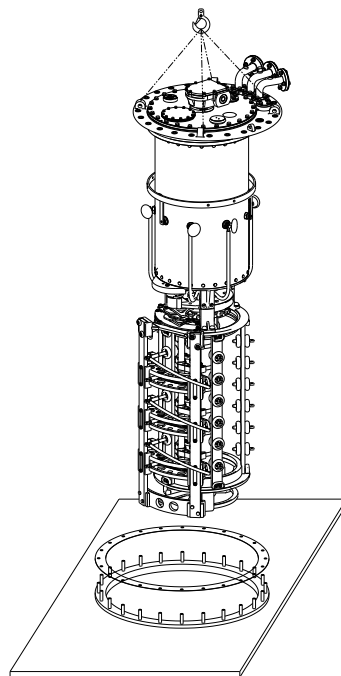

图 5-13
2. 将完全总装好的分接开关吊起移动至变压器安装法兰的上面, 并小心地穿过变压器盖上的安装孔将其放到变压器内 (图 5-13)。